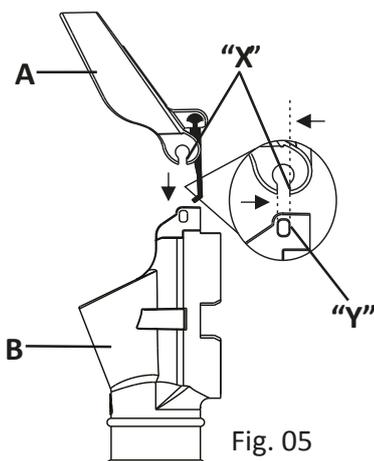

Fig. 05
**A-** Incline o Cj. Tampa Bocal NG (A) conforme Fig. 05 de forma que o mesmo fique alinhado com a face plana do canal oblongo ("X"), direcionando ao encaixe ("Y") do pino do Bocal NG;